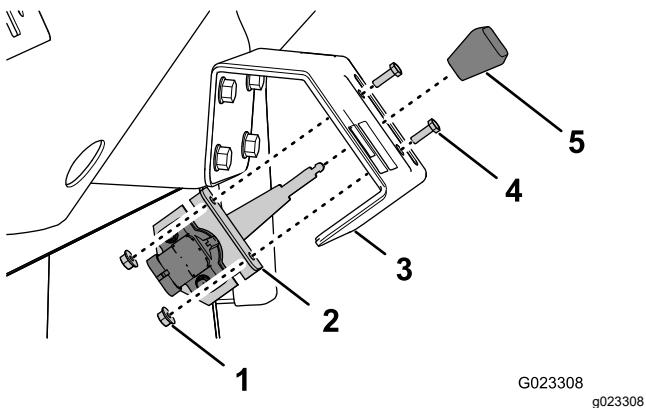

図 18
1. ハンドスロットルのレバーからノブがまだ付いている場合にはを外す **図 18**。
2. ハンドスロットルのレバーを、ハンドスロットルブラケットのスロットに合わせ、ハンドスロットルに取り付けた取り付けブラケットの穴とハンドスロットルブラケットの穴とを整列させる **図 18**。
3. ハンドスロットルブラケットを、ハンドスロットルブラケットに固定するボルト10 - 32 x 5/8 2本とナット2個を使用する **図 18**。